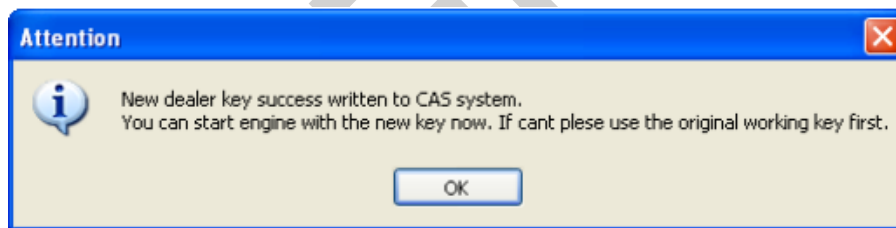

IMAGEN 5.13
- Después de agregar la llave al sistema CAS, obtendrá una ventana como la de la **(IMAGEN 5.13)**: Cuando obtenga esta ventana, la llave se habrá agregado al sistema CAS de forma exitosa. La llave puede encender el motor ahora. Algunas veces al agregar una llave en CAS1/CAS2/CAS3 ocasionara que el vehículo no arranque, puede seguir la Nota Especial 2 que se encuentra en el capítulo 4.